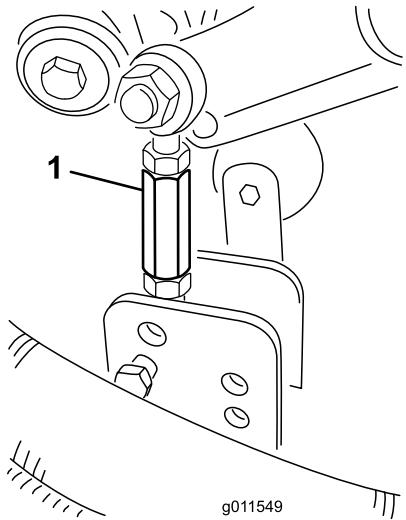

Bild 5
1. Entfernen Sie den Splint und Lastösenbolzen, mit denen der Schnithöhenlenker an der Schnithöhenhalterung am Mähwerk befestigt ist (Bild 5).